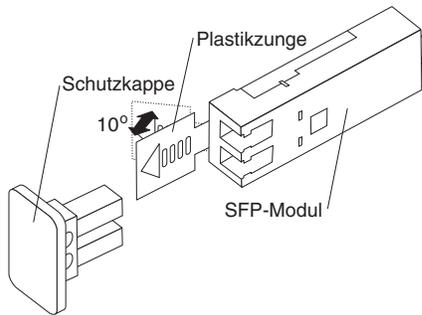

Abbildung 19. SFP-Modul mit Plastikzunge entriegeln
- a. Entriegeln Sie das SFP-Modul, indem Sie die Plastikzunge um 10° nach unten ziehen (siehe Abb. 19 auf Seite 26).